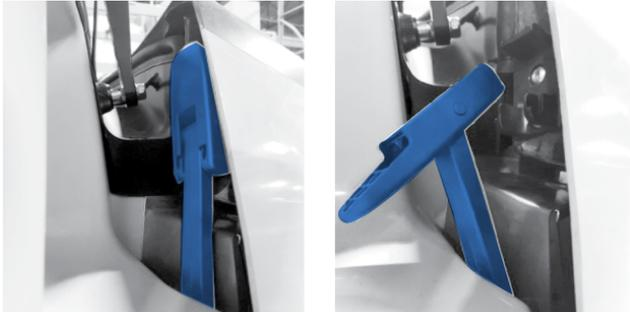

Figure 23 - Attache du capot
1. Abaissez la poignée de l'attache de droite afin de la désengager des encoches du support fixe. Répétez l'opération à gauche. **(Figure 23)**.